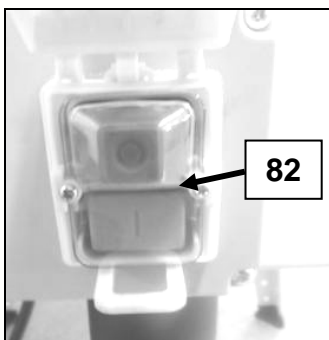

Fig 61
- Mettez en route la machine en appuyant sur le bouton vert de l'interrupteur (88) (Fig 61) et abaissez le couvercle "arrêt coup de poing" sans le fermer. Restez vigilant et soyez prêt à l'actionner en cas de danger ou de problème.
- L'arrêt de la machine se fait en appuyant sur le bouton rouge (Fig 61).